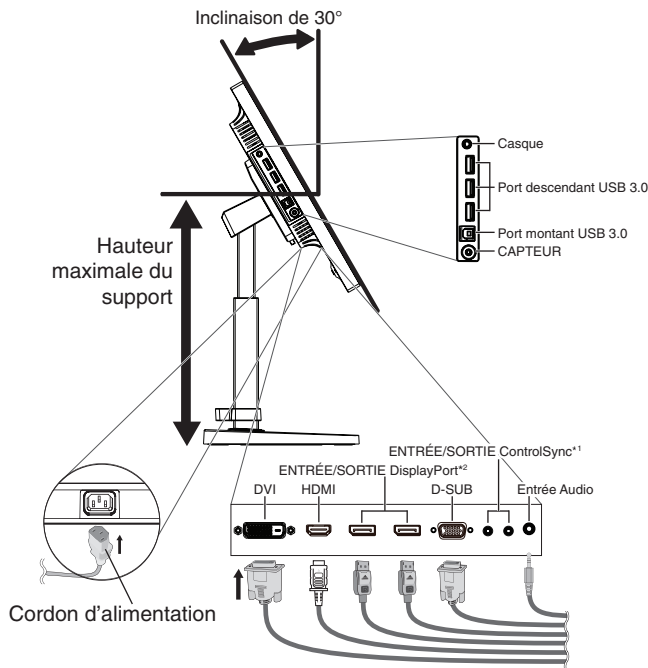
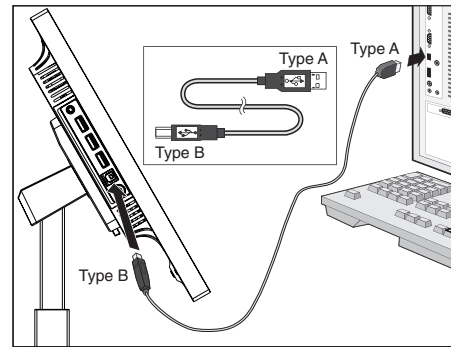

Figure C.1
Figure C.1a
- Branchez tous les câbles aux prises appropriées (**Figure C.1**). À l'aide du câble USB, branchez la prise de type B au port montant USB situé sur le côté arrière droit du moniteur et la prise de type A au port descendant de l'ordinateur (**Figure C.1a**). Si vous utilisez le cordon d'un appareil USB, branchez-le au port descendant du moniteur.
- Lors de l'utilisation d'un capteur facultatif, connectez la micro prise stéréo au CAPTEUR (**Figure C.1**).